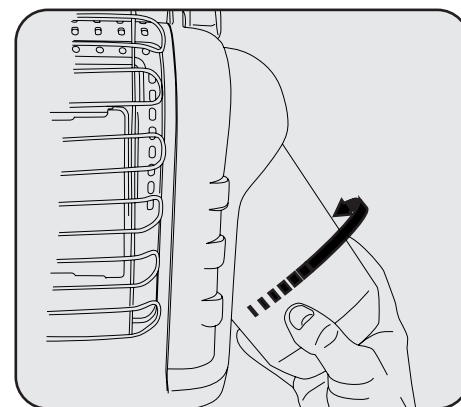

Figure 2
2. Faites pivoter le régulateur outward pour l'installation de réservoir facile. Vis 500 g le cylindre de réserves disponible du gaz de microsillon dans le sens des aiguilles d'une montre (du fond) dans le chauffage portable jusqu'à serré-de-mains. Voir Figure 2. NE PAS utiliser du produit d'étanchéité pour filetages sur cette liaison.